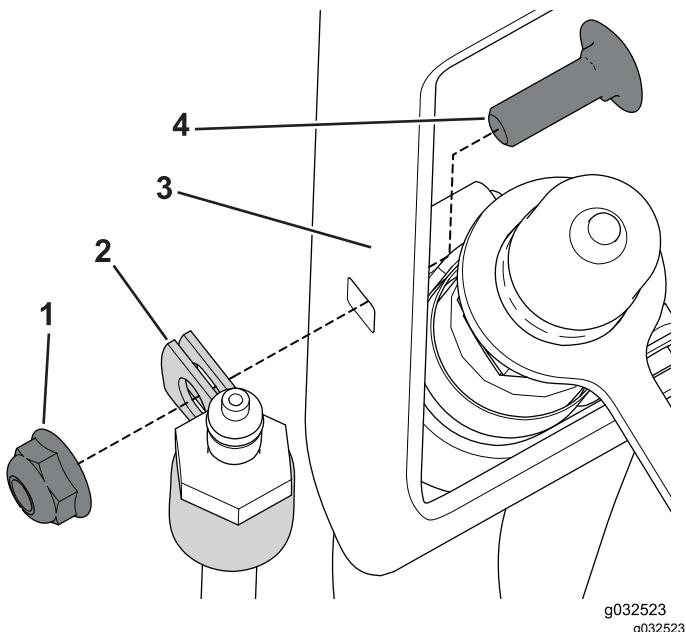

図 36
- ホースコネクタにRクランプを通す図36。
- キャリッジボルト $\frac{1}{4}$ " x  $\frac{3}{4}$ "とナットを使って、Rクランプをホースブラケットに固定する図36。